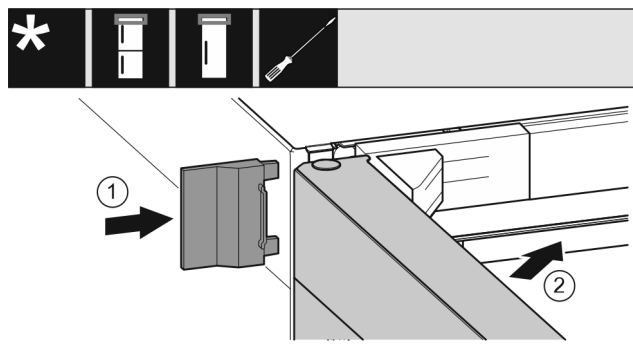

Fig. 21
- Applicare la copertura esterna Fig. 21 (1).
- Chiudere la porta superiore Fig. 21 (2).